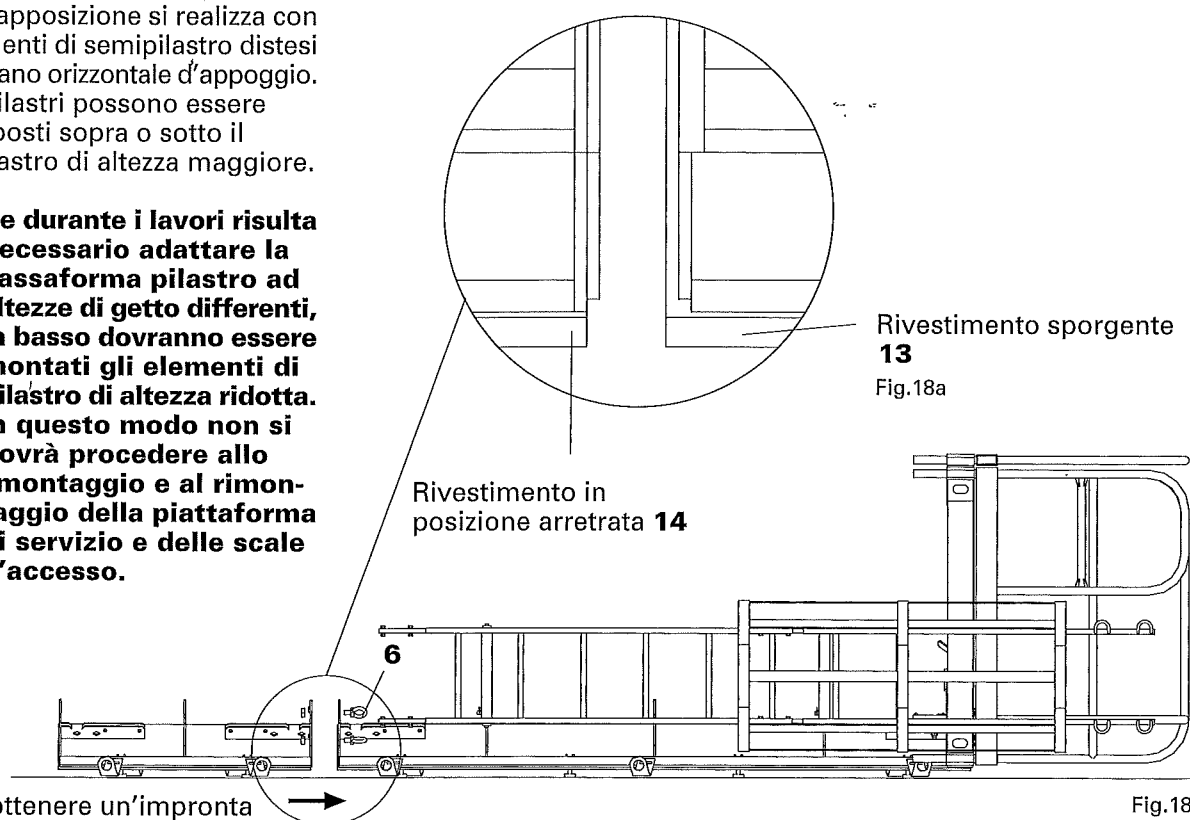

Fig.18
3. I due elementi sono poi assicurati tramite gli anelli con bullone **6**. Un dispositivo di bloccaggio impedisce il rilascio dei dadi (fig. 18).